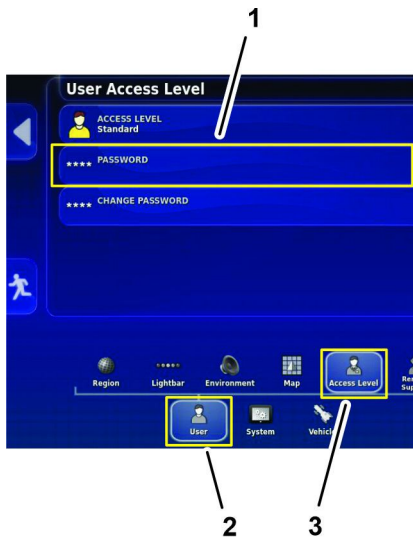

Figure 247
4. Dans l'écran de réglage, appuyez sur l'icône UTILISATEUR, puis sur l'icône NIVEAU D'ACCÈS (Figure 247).
5. Appuyez sur l'icône MOT DE PASSE (Figure 247).